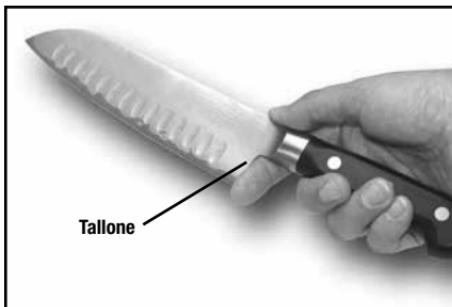

Figura 16. Se la lama ha un tallone notevole può essere utile metterci un dito dietro come mostrato durante l'affilatura.
7. Se il coltello ha un tallone notevole può risultare utile per posizionare il dito indice all'interno o appena dietro il tallone (vedere Figura 16) quando si inserisce la lama nell'affilatore. (Prestare attenzione, il tallone può essere tagliente!) Il dito può fungere da "stop" e vi impedisce di inserire la lama in modo che la zona del tallone interferirà con il fermo anteriore dell'affilatore quando si estraе la lama. Un po' di pratica vi aiuterà a perfezionare questa tecnica. Nell'inserire la lama lasciate scivolare il dito verso il basso nella parte anteriore dell'affilatore.